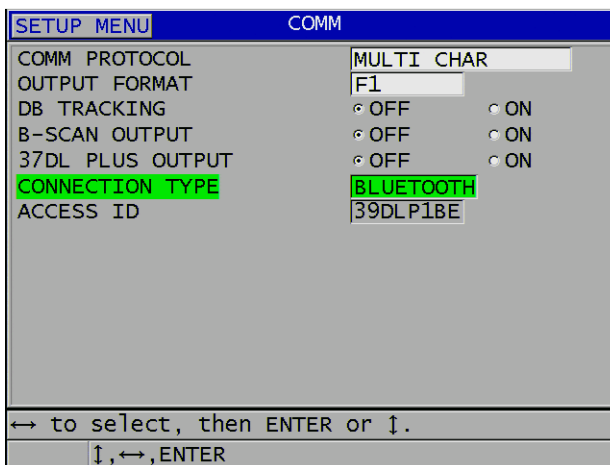

図 14-4 Bluetooth の構成
4. 通信画面で、接続タイプを BLUETOOTH に設定します (267 ページの図 14-4 参照)。